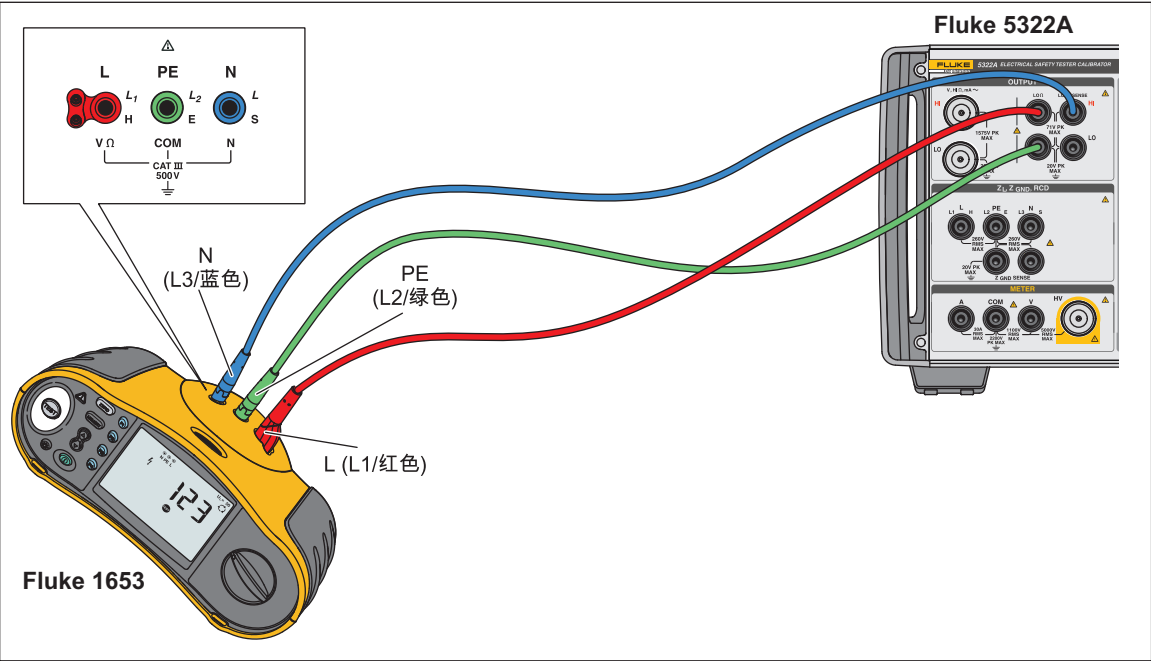

图 31.接地电阻校准连接
- 2. 按照图 31 所示，将被测仪器连接到产品的 **LOΩ HI** 和 **LO** 端子以及 **LOΩ Sense HI** 端子。